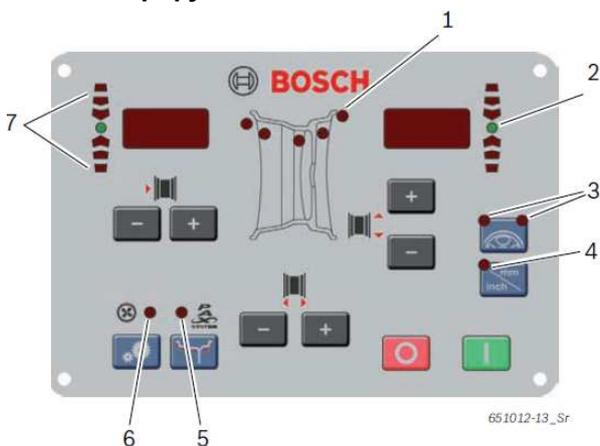

Рис. 5. Светодиоды на панели управления / поле индикации (позиции расшифровываются в нижеприведенной таблице).
Благодаря светодиодам (рис. 5, поз. 1) отображаются положения плоскостей балансировки для каждой программы балансировки.
При выбранной программе балансировки **PAX** дополнительно светится светодиод **Pax** (рис. 5, поз. 5).
Светодиоды в форме стрелки (рис. 5, поз. 7) указывают, в каком направлении следует поворачивать колесо, чтобы достичь положения «12 часов» для крепления балансировочного грузика.
- ⇒ Как только корректное положение для крепления балансировочного грузика будет достигнуто, загорается светодиод (рис. 5, поз. 2), и звуковой сигнал подтверждает корректное положение.
- ⇒ Загораются оба светодиода кнопки **SPLIT** («РАЗДЕЛЕНИЕ») (рис. 5, поз. 3).
- ⇒ Как только корректное положение для крепления балансировочного грузика будет достигнуто, загорается светодиод (рис. 5, поз. 2), и звуковой сигнал подтверждает корректное положение (за спицей).